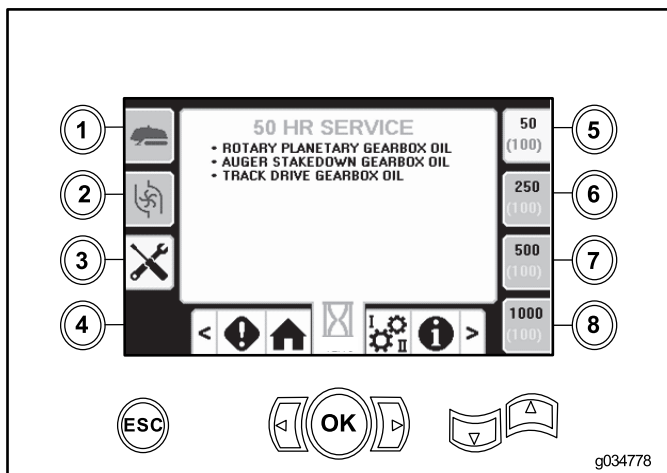

Figura 43
- Botão 5 – calendário de manutenção de 50 horas (Figura 43)